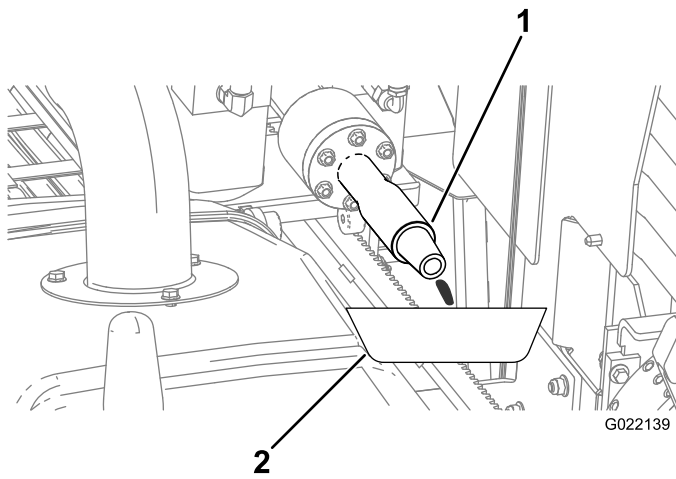

Bild 151
- B. Stellen Sie für entweichendes Frostschutzmittel eine Auffangwanne unter die Bohrspindel (Bild 151).
D. Wenn das Frostschutzmittel aus der Bohrspindel (Bild 151) austritt, schalten Sie die Pumpe ab.